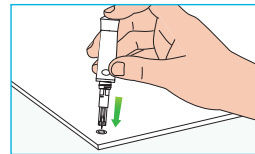

Abbildung 95
1. Schrauben Sie die Kappe der Stechhilfe ab. Drücken Sie die Nadel fest in die Schutzkappe (Abbildung 95).